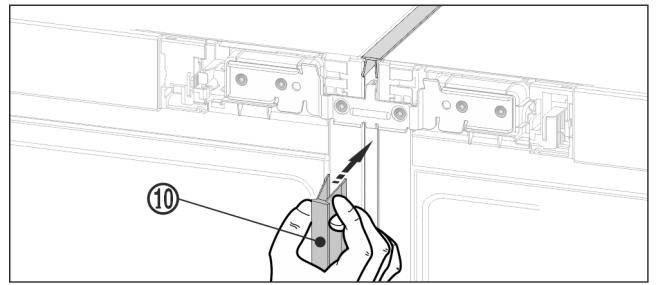

Fig. 18
- Auf der Vorderseite die lange Abdeckleiste Fig. 18 (10) in den vertikalen Spalt drücken. Darauf achten, dass die Leiste auf dem Verbindungsblech aufsteht.